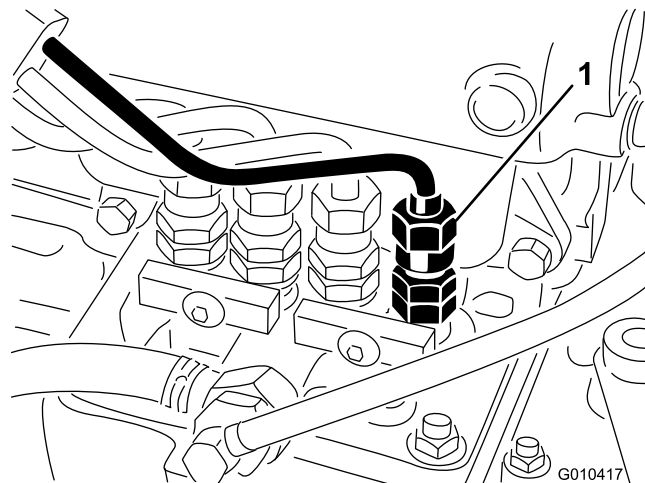

図 35
1. 燃料噴射ポンプの No.1インジェクタノズル 図 35 へのパイプ接続部をゆるめる。